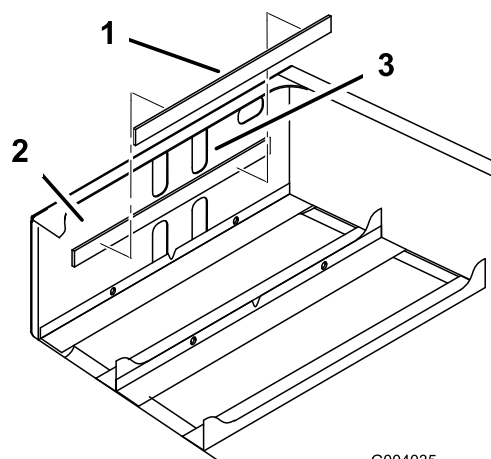

Figura 5
- Tire o adesivo da parte de trás da caixa da bateria e instale-a na parte da frente da estrutura na retaguarda (Figura 5).
Nota: A caixa fica a cerca de 6,4 mm abaixo do limite inferior do conjunto superior das ranhuras dos orifícios (Figura 5).